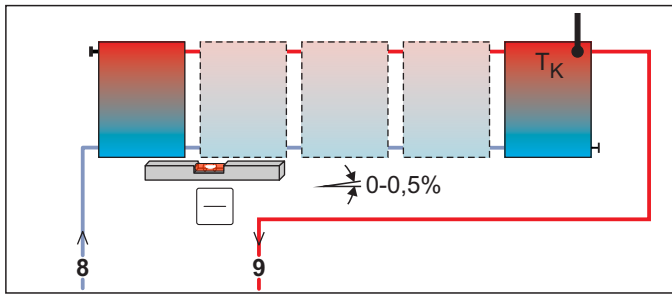
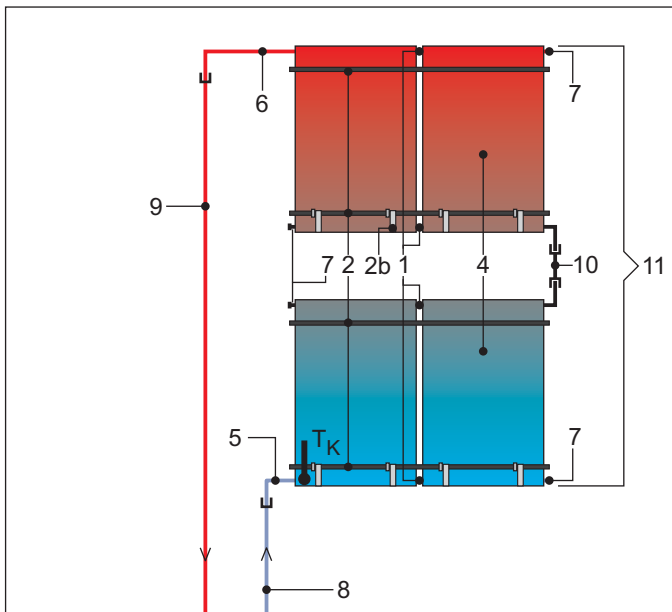
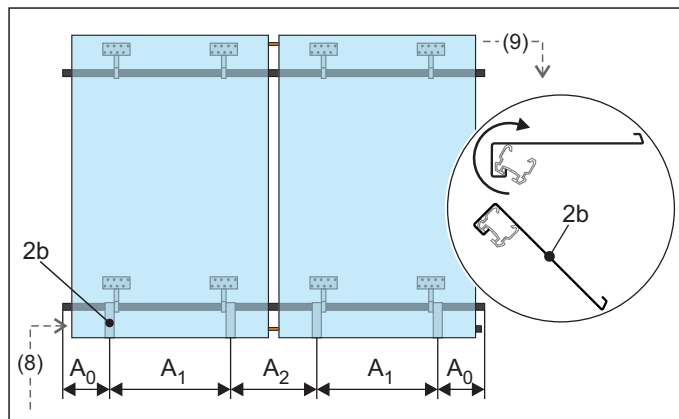

Bild 4-1 Wechselseitig angeschlossenes Solar-Kollektorfeld
Bild 4-3 Alternative Solar-Kollektoranordnung
Bild 4-5 Arbeitsschritt 1: Ausrichtung der Sicherungshaken
Alternativ zu der in dieser Anleitung beschriebenen reinen Parallelschaltung der Solar-Kollektoren können bei Bedarf maximal 3 Kollektorreihen auch übereinander montiert werden. Übereinander liegende Kollektoren bzw. Kollektorfelder müssen in Reihe geschaltet werden (Bild 4-3).
Tab. 4-1 *Legende zu Bild 4-1 bis Bild 4-3 und Bild 4-5*
- Vorlauf-Verbindungsleitung ist oben und Rücklauf-Verbindungsleitung ist unten an den Kollektor anzuschließen (siehe Bild 4-1 bis Bild 4-3 und Bild 4-5).